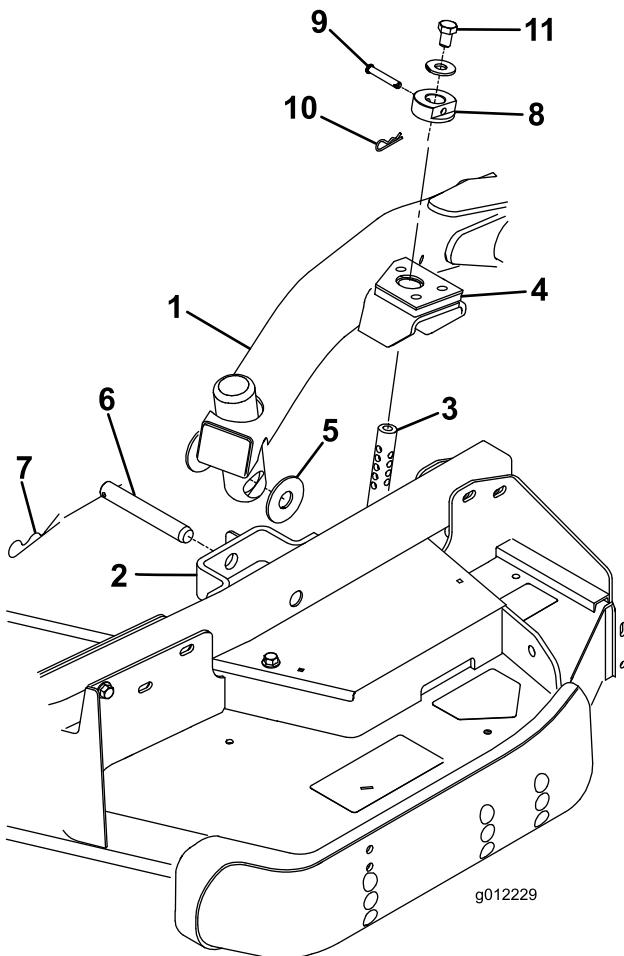

Bild 3
2. Stellen Sie den Hubhebel auf die Schweben-Stellung. Drücken Sie einen Hubarm nach unten, bis die Löcher im Hubarm mit den Löchern in der Laufradarmhalterung ausgerichtet sind, und die Schnitthöhenstange in die Hubarmpolster eingesetzt werden kann (Bild 3).
3. Befestigen Sie den Hubarm mit zwei (2) Druckscheiben, einem Lastösenbolzen und einem Splint am Laufradarm. Legen Sie die Druckscheiben zwischen den Hubarm und die Halterung des Laufradarms (Bild 3). Setzen Sie das Ende des Splints in den Schlitz im Laufradarm ein, um den Splint zu arretieren.
7. Befestigen Sie die Schnitthöhenstellringe an den Schnitthöhenstangen und befestigen Sie sie mit den Lastösenbolzen und den Splints (Bild 3). Der Kopf des Splints sollte zur Vorderseite des Mähwerks zeigen.
8. Setzen Sie oben auf jeder Schnitthöhenstange eine Schraube 1/2 x 3/4 Zoll und eine Scheibe ein (Bild 3).